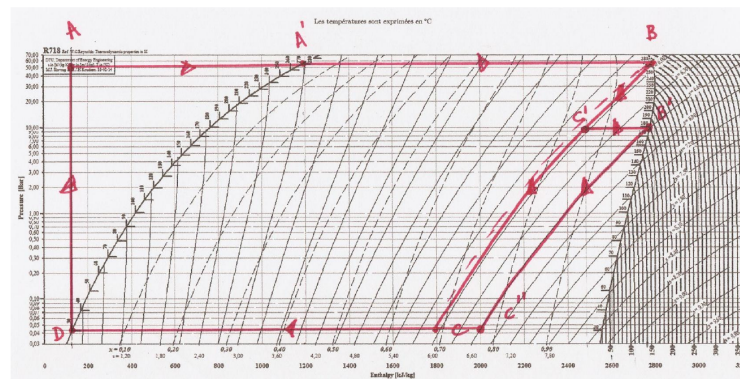

Figure 2: Représentation du cycle de Rankine dans le diagramme des frigorigènes.
1. Le diagramme est représenté figure 2. L'allure des isothermes dans le diagramme de Clapeyron est connue, elles sont donc tracées grâce à la connaissance des pressions. On place ensuite le point A' (sur la courbe de saturation) puis le point B grâce au fait que $A \rightarrow B$ est isobare. Le point C est placé approximativement dans le domaine diphasé connaissant sa pression, et on en déduit la position du point D le long de l'isobare et sur la courbe de saturation. On note enfin que A se trouve sur l'isotherme T_D car la compression $D \rightarrow A$ est adiabatique et on néglige le travail fourni par la pompe, elle se fait donc à enthalpie (massique) constante d'après le premier principe, et donc à température constante en supposant le liquide incompressible : l'enthalpie d'un liquide incompressible ne dépend que de la température. Au cas où cet argument échapperait au candidat, il est indiqué question 5.
3. Voir figure 2. Les points A' , B et D se placent directement à partir des valeurs de pression et enthalpie massique lues à la question précédente, ou tout simplement à partir des valeurs de pression et en les plaçant sur la courbe de saturation. Pour placer le point C, on utilise le fait que $B \rightarrow C$ est une adiabatique réversible et $C \rightarrow D$ une isobare : C se trouve à l'intersection de l'isentrope passant par B et de l'isobare passant par D. Enfin, on sait que $A \rightarrow B$ est une isobare et que $D \rightarrow A$ est une isenthalpique (cf. question 1), d'où on déduit la position de A, à l'intersection de l'isobare (horizontale) passant par B et de l'isenthalpe (verticale) passant par D. Au cas où cet argument échapperait au candidat, il est indiqué question 5.